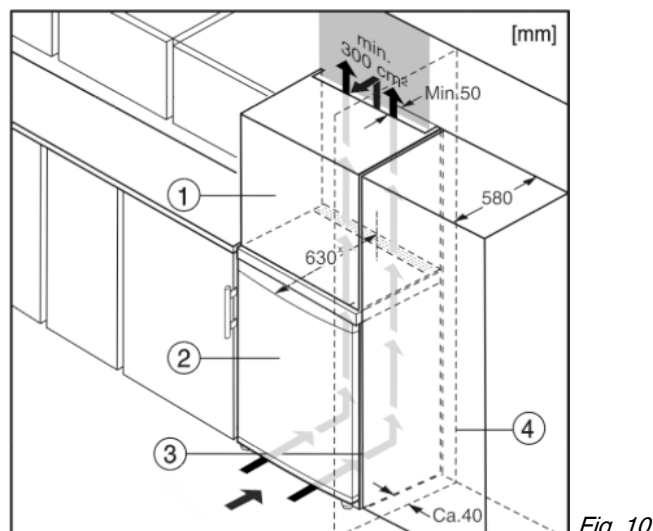

Fig. 10
- (1) Uzliekams skapītis
- (2) Ierīce
- (3) Virtuves skapis
- (4) Siena
Ierīci var iebūvēt virtuves skapjos. Lai salāgotu ierīci Fig. 10 (2) ar nišas augstumu, virs tās var ierīkot uzliekamu skapīti Fig. 10 (1).
Ja apkārt ierīcei ir virtuves skapji (dziļums nepārsniedz 580 mm) ierīci var novietot tieši blakus virtuves skapim Fig. 10 (3). Ierīce attiecībā pret virtuves skapi ir izvirzīta par 34 mm* korpusa sānu malās un par 50 mm* korpusa vidusdaļā.
Ja ierīce ar šarnīriem tiek uzstādīta blakus sienai Fig. 10 (4), attālumam starp ierīci un sienu ir jābūt vismaz 40 mm. Tas atbilst atlikušajam attālumam līdz rokturim pie atvērtām durvīm.